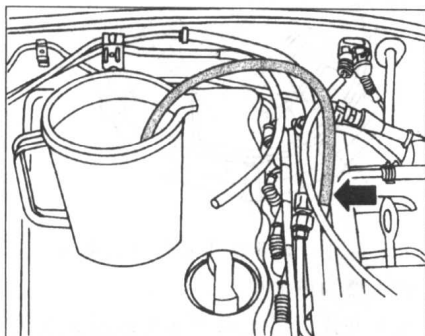

图 1-15 从燃油分配管上拔下回油管
① 如图1-15所示,从燃油分配管上拔下回油管。
② 将图1-15箭头所示的辅助软管,装到燃油分配管上,然后将软管放入一量杯。